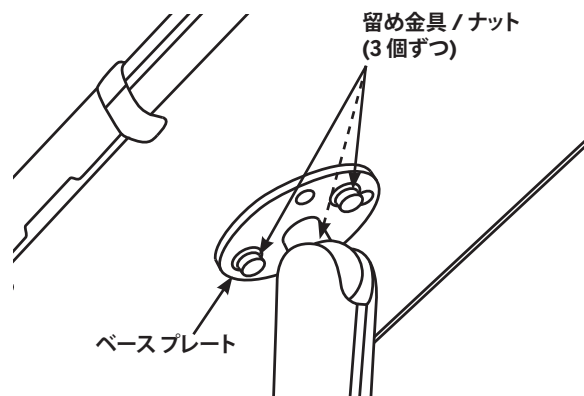

図 19. クリップボードへのベースプレートの取り付け
2. 図 19 に示すように、16 mm の止め金具とナイロック ナットを使用してベース プレートをクリップボードの裏側に取り付けます。留め金具を **6.0 N-m (4.4 ft-lbf)** のトルクで締め付けます。